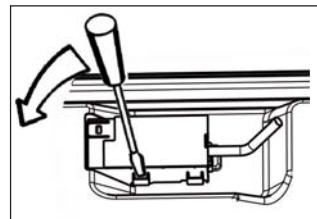

Abb. 7
- 1.** Führen Sie die Spitze eines Schraubenziehers unter die Vorsprünge an der sichtbaren Seite des Klemmkastens ein (Abb. 7);